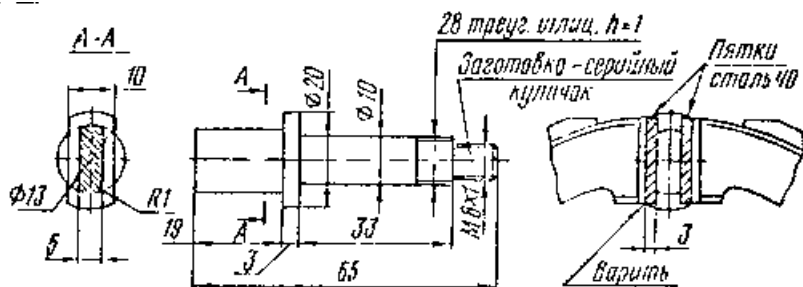

Рис. 4.16. Измененный кулачок тормоза переднего колеса и установка пяток на тормозные колодки
6. Слабая эффективность переднего тормоза. Для устранения этого дефекта рекомендуем сошлифовать кулачок, как показано на рис. 4.16, а к опорным площадкам приварить пятки толщиной 3 мм. Чтобы профиль кулачка совпадал с заданным, рекомендуем вычертить и выпилить надфилем в тонком металлическом листе отверстие данного профиля, по которому и подгоняют кулачок.